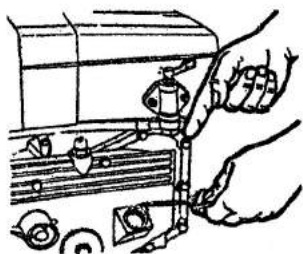

рис.1
- Проверьте масляным щупом уровень масла. Уровень масла должен находиться между верхней и нижней отметкой щупа (рис. 1). Уровень масла выше верхней отметки приведет к перегреву масла и даже к выходу двигателя из-под контроля. Уровень масла ниже нижней отметки приведет к плавлению корпусов подшипников. После проверки уровня масла затяните крышку масляного фильтра.